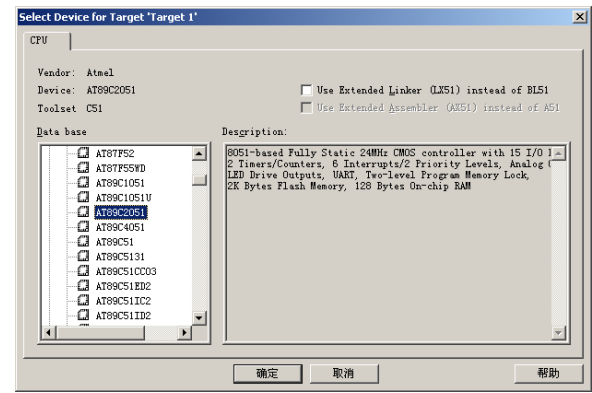

图 29-4 选择单片机 AT89C2051
- (1) 首先打开 μ Vision3，在 μ Vision3 中，选择“Project”→“New”→“μ Vision Project”命令，新建一个工程，并保存。
- (2) 在弹出的选择器件对话框中选择 Atmel 公司的 AT89C2051，如图 29-4 所示。